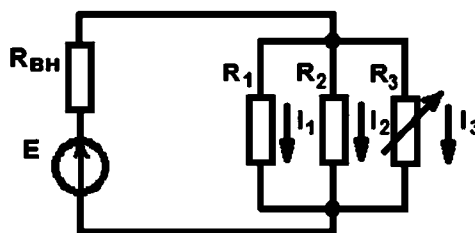

Рис. 1.43. Схема к контрольному вопросу 4
4. Как изменятся токи  $I_1$  и  $I_2$ , если сопротивление  $R_3$  уменьшится (рис. 1.43)?